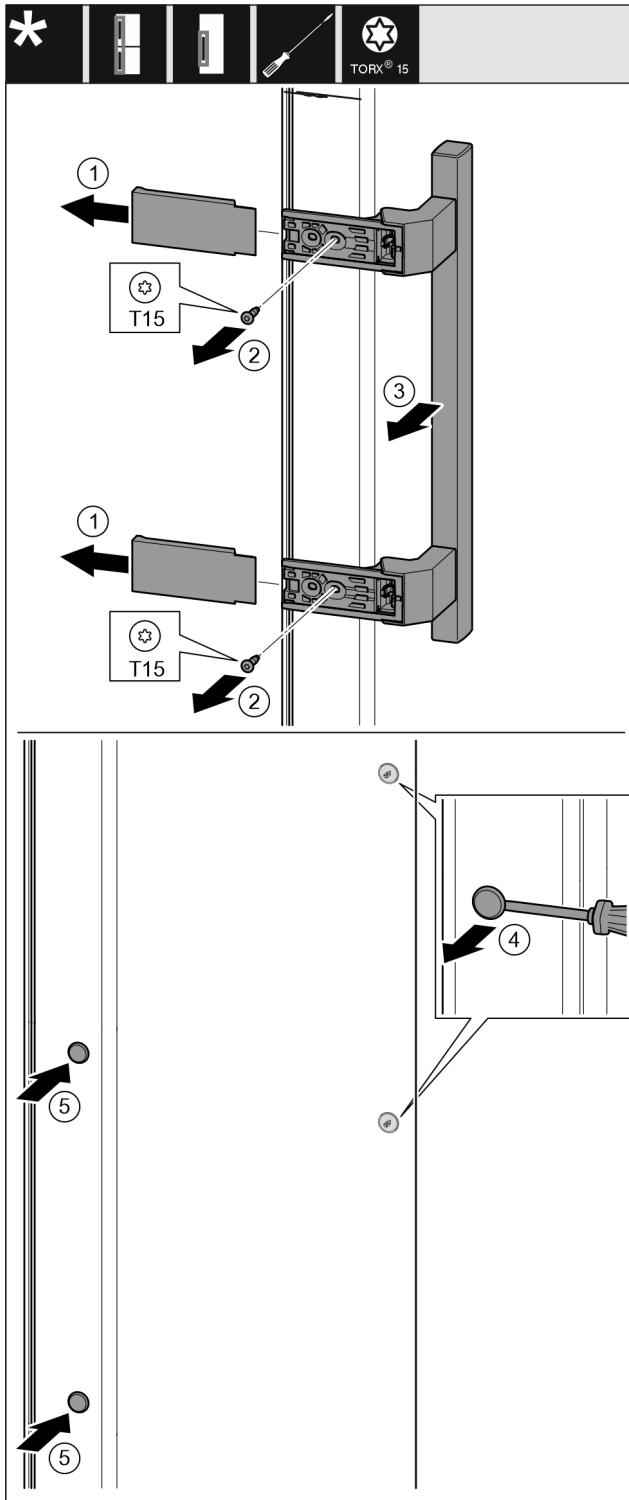

Fig. 19
- ▶ Trek de afdekking eraf. Fig. 19 (1)
- ▶ Draai de schroeven los met een Torx 15-schroevendraaier. Fig. 19 (2)
- ▶ Verwijder de handgreep. Fig. 19 (3)
- ▶ Til de zijplug voorzichtig op met een platte schroevendraaier en trek hem eruit. Fig. 19 (4)
- ▶ Plaats de stekker terug aan de andere kant. Fig. 19 (5)